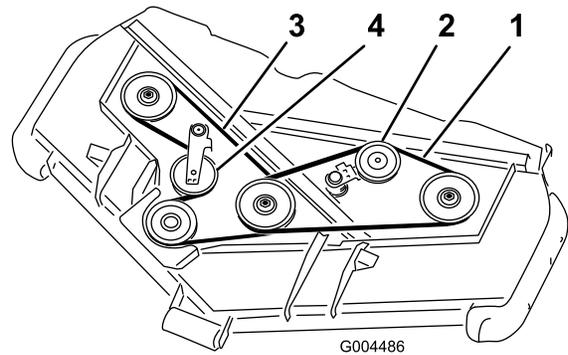

Bild 18
3. Schieben Sie mit einem Stemmeisen die Spanscheibe für den oberen Riemen (Bild 18) vom oberen Treibriemen, um die Riemenspannung zu lösen, sodass der Riemen von den Scheiben rutschen kann.
4. Verlegen Sie einen neuen Riemen um die Getriebescheibe, die unteren Spindelscheiben und die Spanscheibe, siehe Bild 18.
5. Verlegen Sie einen neuen Riemen um die oberen Spindelscheiben und die Spanscheibe, siehe (Bild 18).